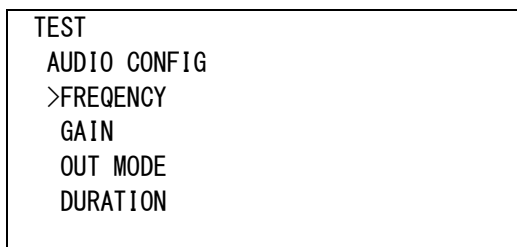

図4-86 テストメニュー(AUDIO CONFIG例)
- 1) TEST メニューで「AUDIO CONFIG[AUCF]」を選択し、**ENTER** ボタンを押すと図 4-86 のような設定メニューが表示されます。